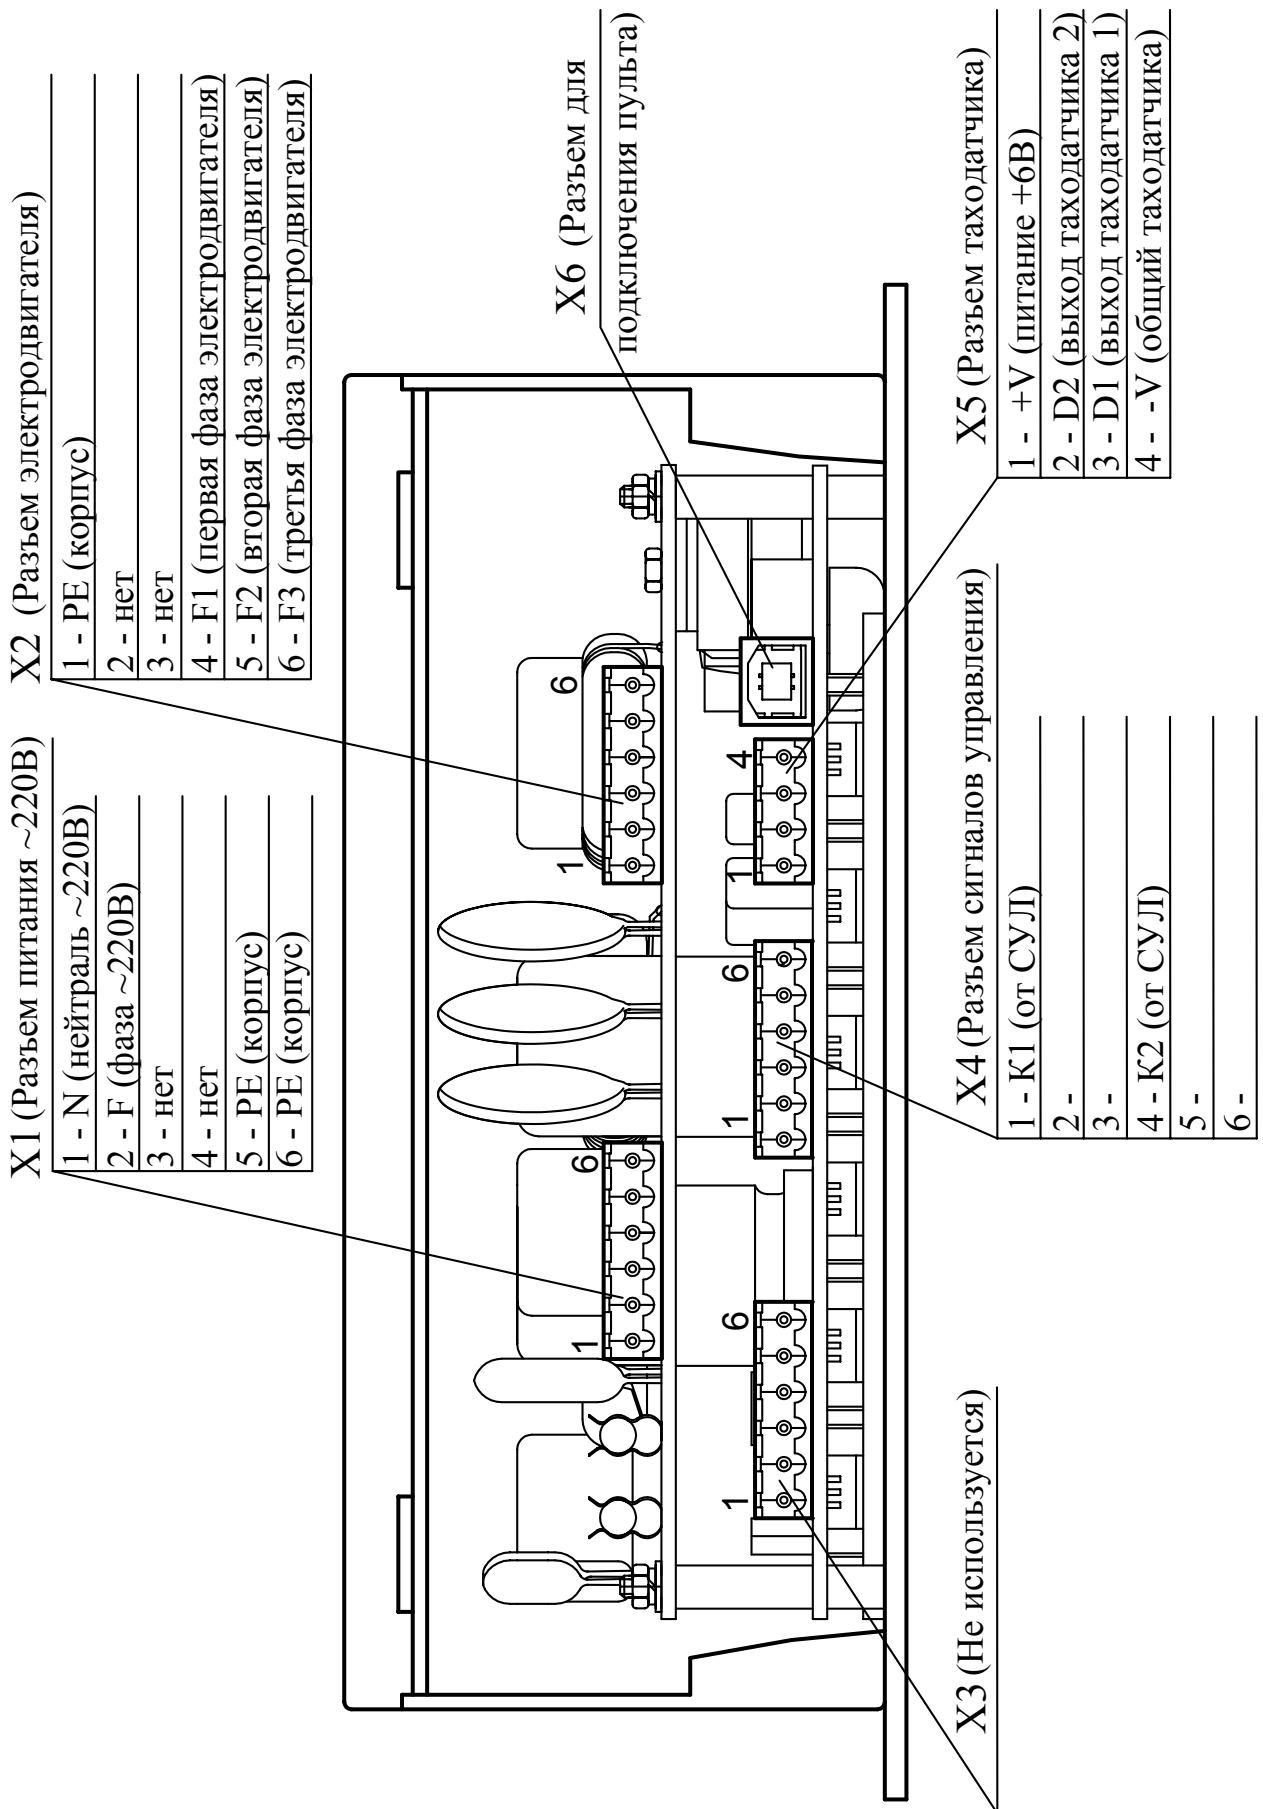

Рис.8. Подключение внешних разъемов Устройства.
4.6. Присоединение *Устройства* к сети, асинхронному электродвигателю и к шине управления осуществляется с помощью разъемных клемников в соответствии с **рис.8**.
4.8. Назначение контактов разъемов на **Рис.8** приведено ниже: